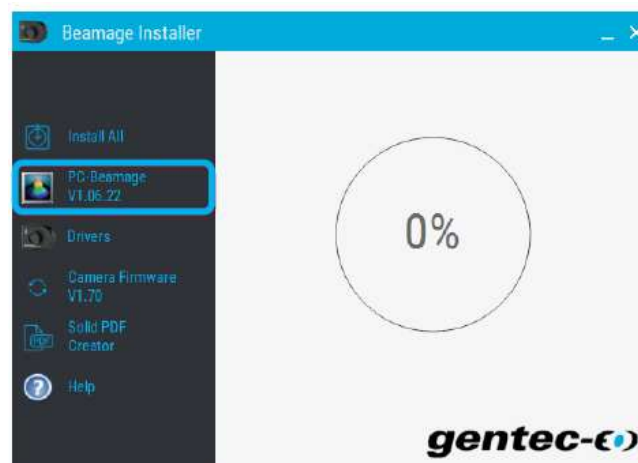

図 F-3 PC-Beamage インストールボタン
- 4) 「PC-Beamage VX.XX.XX」ボタンでクリックして新しいバージョンをインストールします。図 F-3 を参照してください。